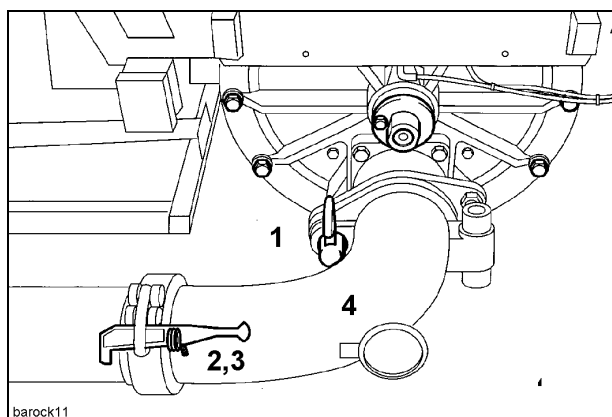

Fig. 3
- retirar en las autobombas de hormigón las chavetas 1+2 así como el acoplamiento 3 (Fig. 3).